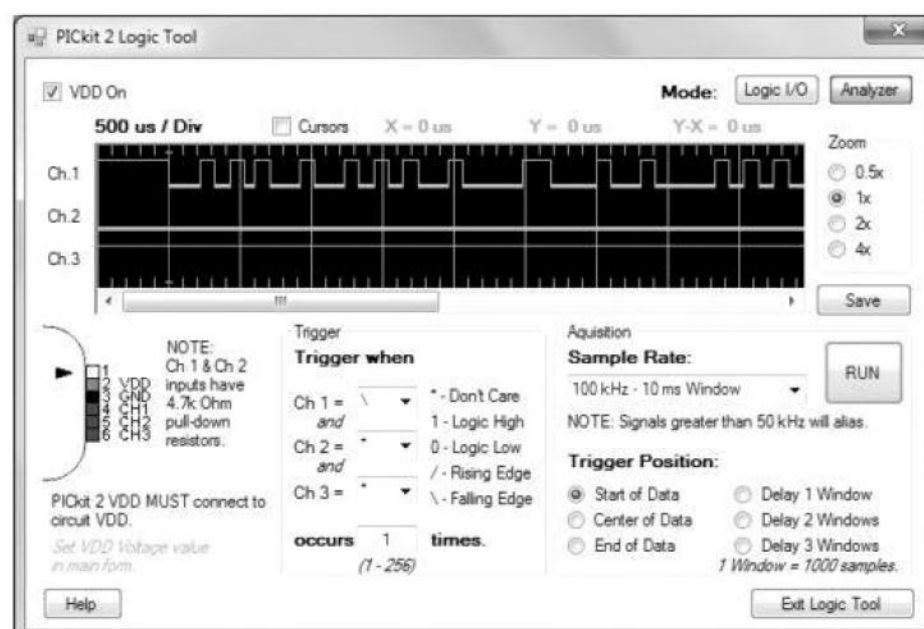

Рис. 2
2. Режим **Analyzer mode** позволяет отображать осциллограммы с трех входных цепей разъема с использованием запуска (триггера) по событию, например по фронту или уровню одного из сигналов. В качестве входных цепей используются выводы с четвертого по шестой разъема, о чем свидетельствует графическая подсказка в левой части рабочего окна (**рис. 2**). Окно разделено на три секции: